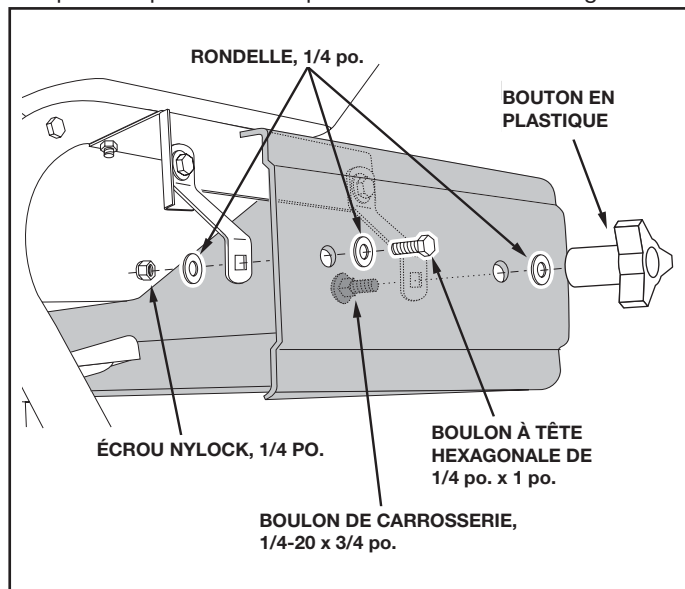

FIGURE 7
- Fixer le bouclier d'épandeur aux supports pivotants avant avec deux boulons de carrosserie de 1/4 po. x 3/4 po., des rondelles de 1/4 po. et les deux boutons de plastique de 1/4 po. Voir la figure 7.
- Assembler le bouclier d'épandeur aux supports pivotants arrière avec deux boulons à tête hexagonale de 1/4 po. x 1 po., quatre rondelles de 1/4 po. et deux écrous nylock de 1/4 po. **Serrer** les écrous de telle sorte que le support pivotant puisse encore pivoter librement. Voir la figure 7.